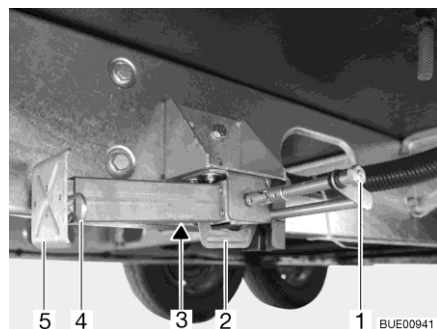

Fig. 60 Piedino di stazionamento
- Inserire la chiave a tubo nell'esagonale (Fig. 60,1) e ruotare fino a quando il piedino di stazionamento non si trova in posizione verticale verso il basso.
- Se la lunghezza del piedino di stazionamento è regolabile, sfilare la copiglia (Fig. 60,4) dal piede del prolungamento (Fig. 60,5).
- Inserire la chiave a tubo nell'esagonale (Fig. 60,1) e ruotare fino a quando il piedino di stazionamento non si stacca dal terreno.
- Spingere completamente all'interno il prolungamento dell'estremità del piedino (Fig. 60,5) e inserire la copiglia (Fig. 60,4) nel foro apposito.
- Girare sull'esagonale (Fig. 60,1), finché il piedino di stazionamento è orientato verso l'alto e la guida (Fig. 60,2) si trova proprio alla fine della scanalatura (Fig. 60,3).